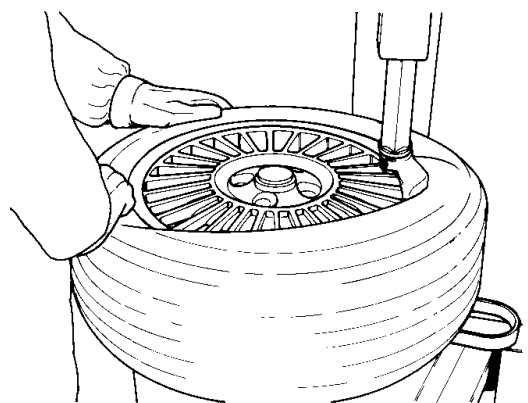

Fig.16
**G.** Hacer girar el plato de autocentrado (pedal abajo) en dirección horaria y simultáneamente apretar en el flanco del neumático para mantener el talón en el canal (Fig.16).